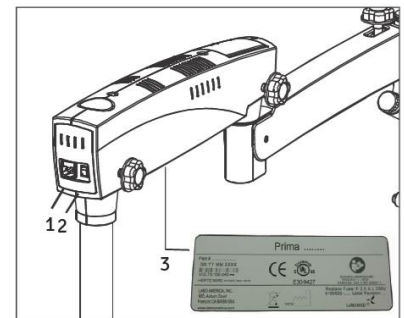

Fig. 41
1. Connectez le câble d'alimentation à la prise d'entrée secteur (1) fournie sur l'arrière du bras pivotant comme indiqué sur la fig. 41. Allumez l'appareil à l'aide de l'interrupteur marche/arrêt (2).
**⚠ ATTENTION :** L'alimentation est conçue avec une entrée universelle 100 V - 240 V CA, 50/60 Hz. Pour le brancher, suivez les instructions sur l'étiquette électrique fournie au bas du bras, comme indiqué (3) ici dans la Fig. 41.
Il est situé à l'arrière du bras pivotant. Voir la figure 41. En position « 1 », le microscope est allumé et le ventilateur de refroidissement commence à fonctionner.